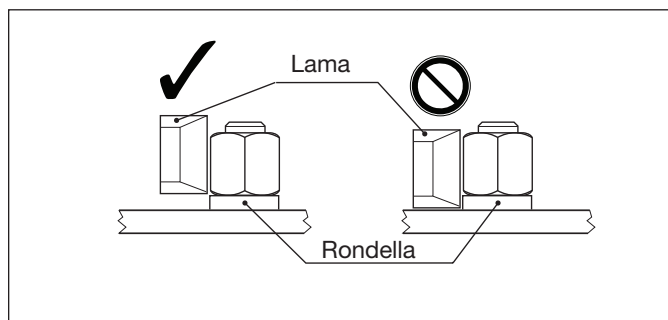

Figura 9, Posizione della lama
7. Accertarsi che il lato inferiore della testa di taglio sia in battuta contro la flangia, poiché la lama deve essere il più vicino possibile alla parte inferiore del dado. Tuttavia se sotto il dado è presente una rondella, posizionare lo spaccadadi in modo tale che la lama di taglio non tocchi la rondella. Vedere la Figura 9.